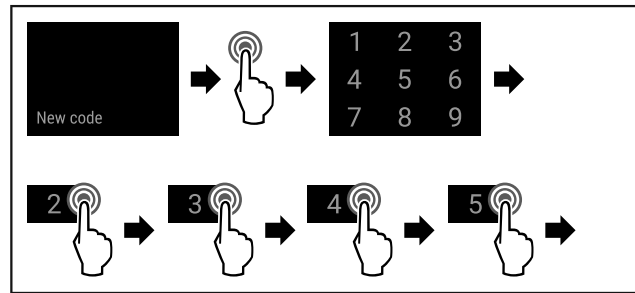

Fig. 82
- ▶ Efectuați pașii de acțiune (vezi Fig. 82) .